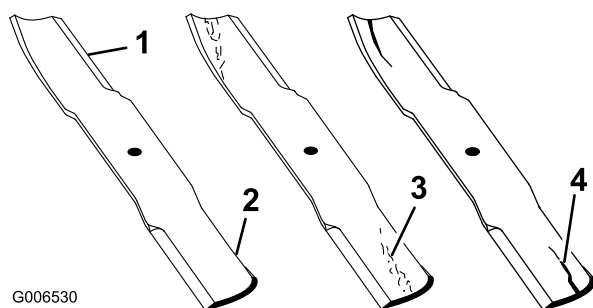

Figura 25
4. Examine cuidadosamente los extremos de corte de la cuchilla, sobre todo en el punto de reunión entre la parte plana y la parte curva de la cuchilla (Figura 25).
Nota: Puesto que la arena y los materiales abrasivos pueden desgastar el metal que conecta las partes curva y plana de la cuchilla, compruebe la cuchilla antes de utilizar la máquina. Si observa desgaste (Figura 25), cambie la cuchilla; consulte Cómo retirar la cuchilla.
Si se permite que la cuchilla se desgaste, se formará una hendidura entre la vela y la parte plana de la cuchilla (Figura 25). Con el tiempo, una parte de la cuchilla podría desprenderse y salir lanzada desde debajo de la carcasa, posiblemente causando lesiones graves a usted o a otra persona.